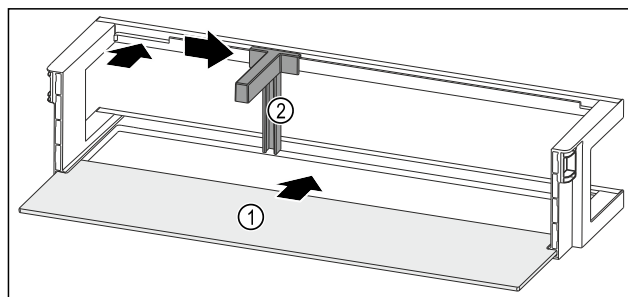

Fig. 137 Balconnet de contre-porte avec tablette de rangement
- Insérer la tablette de rangement Fig. 137 (1) dans les évidements latéraux.
- Insérer le porte-bouteilles Fig. 137 (2) dans l'évidement.
- Pousser le porte-bouteilles Fig. 137 (2) sur le côté en position souhaitée.